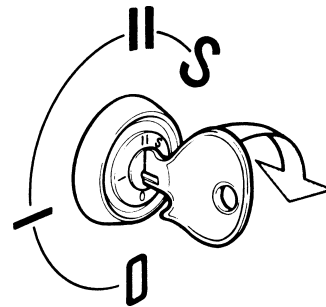

Fig. 42. Serrure de clé de contact sur le tableau de bord, MD70, TMD70
3. **MD70, TMD70** : tourner la clé de contact en position de marche II, fig. 42. Contrôler que les lampes témoin de charge et de pression d'huile (14 et 15 fig. 21) s'allument. La sonnette d'alarme entre également en fonction. Mettre le pouce sur la sonnette (18) pour en étouffer le son.